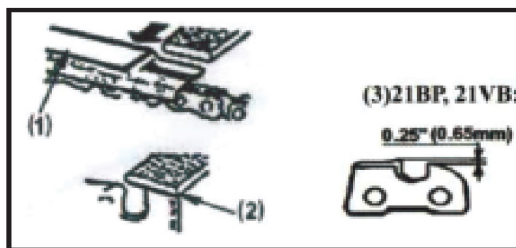

Рис. 16
глубину шаблоном (1) и заточите до правильного уровня как показано на Рис.16.
- (1) - Шаблон глубины заточки
- (2) - Скругление передней кромки